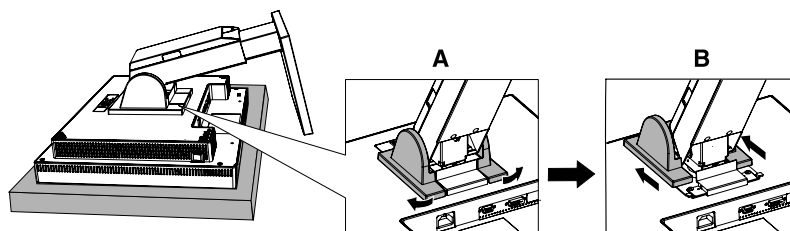

Rysunek S.1
1. Ostrożnie położyć jednostkę na płaskim materiale, ekranem do dołu (**Rysunek S.1**).